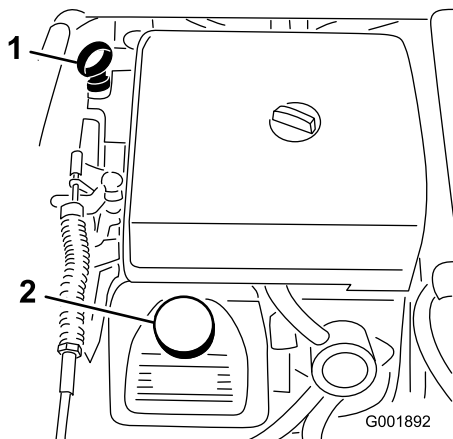

図 20
2. ディップスティックを抜き、ウェスで一度きれいに拭く(図 20)。ディップスティックを、チューブの根元までもう一度しっかりと差し込む。ディップスティックを引き抜いて油量を点検する。
3. 油量が少なければ、バルブ・カバーの上についている補給口(図 20)を開け、ディップスティックの Full マークまでオイルを補給する；オイルの種類や粘度の選択については「エンジンの保守」の章の「エンジン・オイルについて」を参照。補給するときは、ディップスティックで確認しながら少量ずつ入れる。入れすぎないように注意してください。